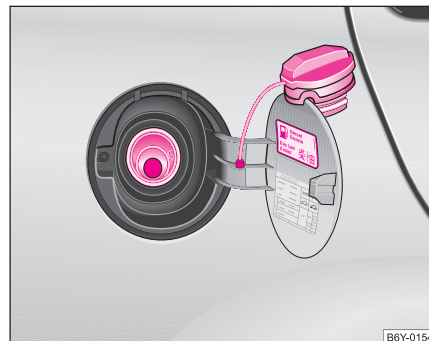

Fig. 137 Clapeta rezervorului
Există mai multe tipuri de benzină. Citiți manualul „Date tehnice”, pentru a afla ce tipuri de benzină se potrivesc autovehiculului dumneavoastră. Aceleași informații le veți găsi și pe partea interioară a capacului rezervorului de benzină ⇒ pagina 188, fig. 137.
- Deșurubați capacul spre stânga și așezați-l pe clapetă, în partea de sus ⇒ **pagina 188, fig. 137**.